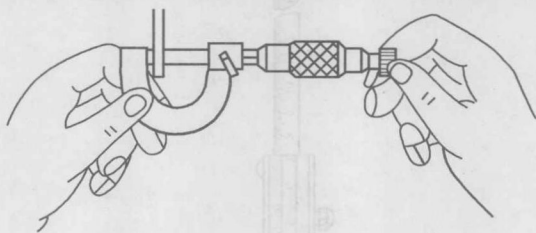

图 1-19 千分尺的使用
2) 测量时, 最好双手操作千分尺, 左手握住弓架, 用右手旋转活动套筒 (图 1-19), 当螺杆即将接触工件时, 改为旋转棘轮盘, 直到棘轮发出“咔咔”声为止。